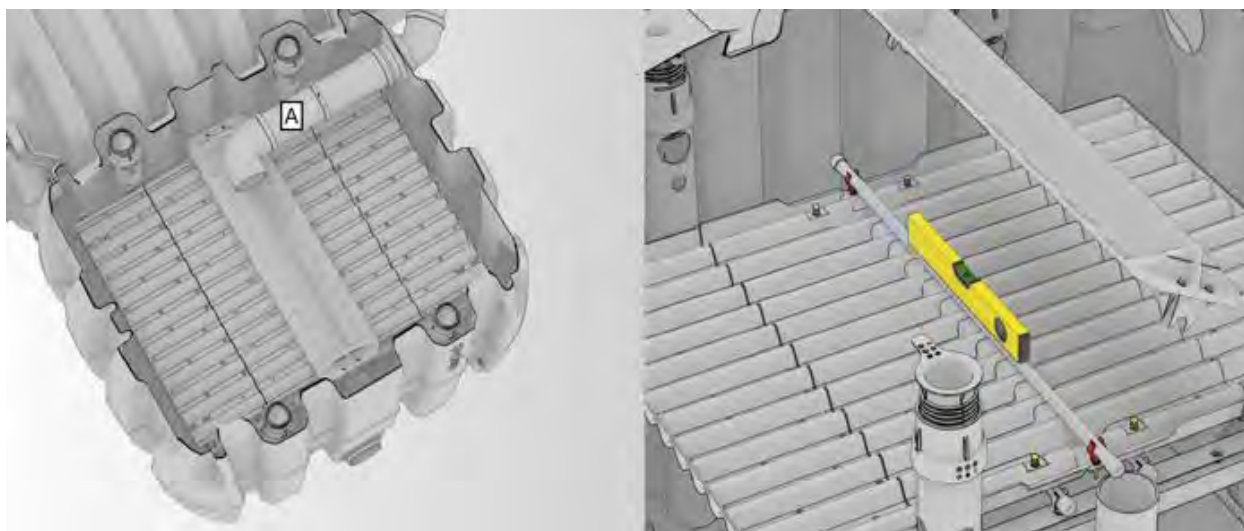

Fig. 41: Contrôler l'alignement de l'auge basculant et la planéité de son axe de support avec un niveau à bulles
1. Contrôler que le système de répartition est correctement aligné par rapport à la conduite de trop-plein (A).
- L'axe médian de l'auge basculant doit se trouver aligné sur la conduite de trop-plein (A).
- Si nécessaire, ajuster la position de la conduite de trop-plein (A).
3. Poser un niveau à bulle dans le sens transversal sur l'axe de support de l'auge basculant (voir Fig. 41).